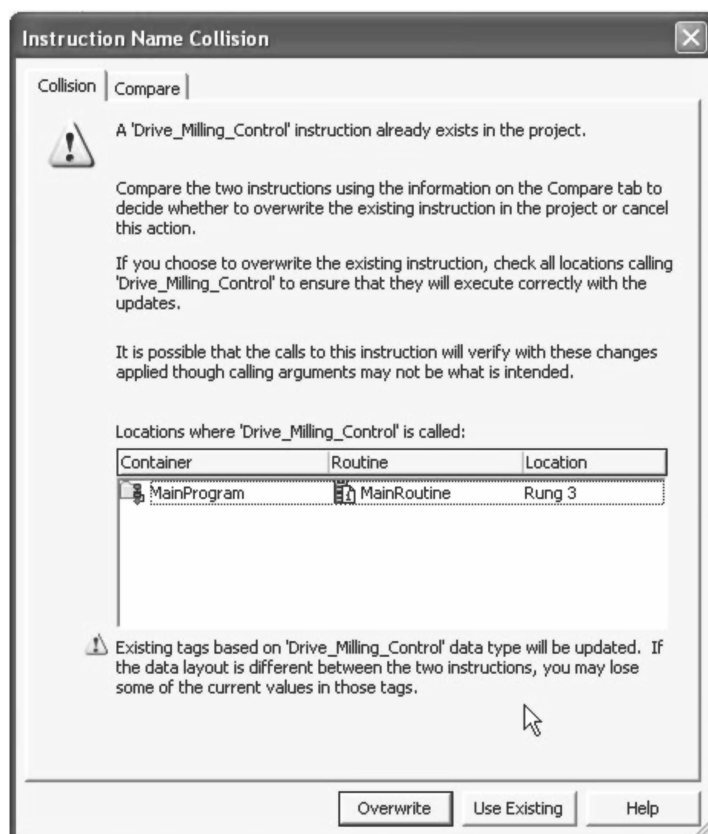

图 21-9 冲突对话框
5. “冲突”（Collision）选项卡显示现有用户自定义指令的位置，如图 21-9 所示。